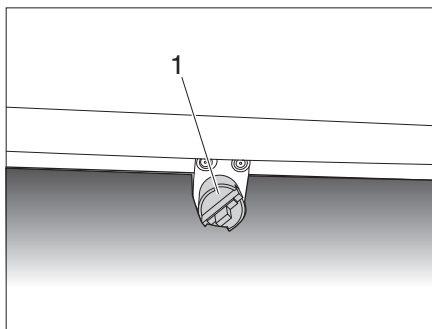
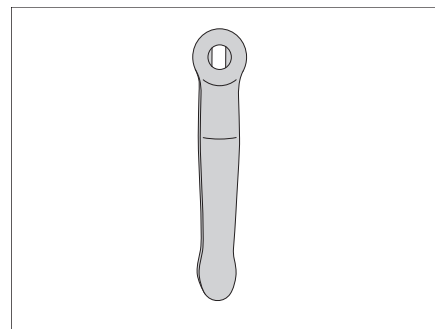
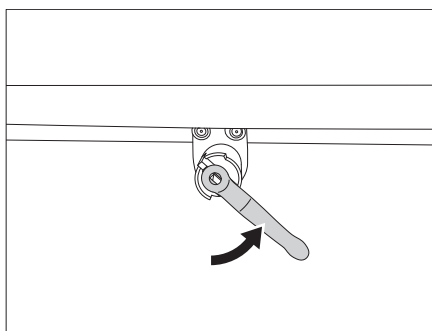

Fig. 63 Scarico del serbatoio delle acque grigie
Fig. 64 Chiave del serbatoio
Fig. 65 Aprire il rubinetto di scolo delle acque grigie
- Inserire la chiave del serbatoio (Fig. 64) nel dispositivo di scarico (Fig. 63,1).
- Per aprire il rubinetto di scolo delle acque grigie ruotare la chiave del serbatoio (Fig. 64) di un quarto di giro in senso antiorario (Fig. 65).
- Per chiudere il rubinetto di scolo delle acque grigie ruotare la chiave del serbatoio (Fig. 64) in senso orario fino alla battuta.
- Assicurarsi che l'apertura di scarico all'interno del serbatoio dell'acqua potabile (Fig. 61), il rubinetto di scolo delle acque grigie (Fig. 63,1) e la valvola di sicurezza del boiler per l'acqua calda siano chiusi.